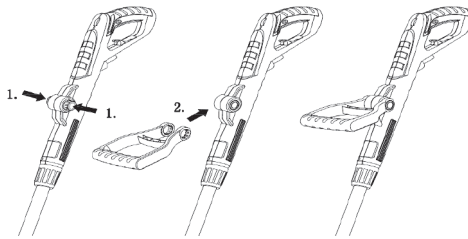

Fig. 2
1. Montage de la poignée auxiliaire et réglage de l'angle. Reportez-vous à la figure 2
- A. Appuyez sur les boutons de réglage (6). (étape 1)
- B. Insérez la poignée auxiliaire (9) dans la poignée principale (8), puis relâchez les boutons de réglage (6). (étape 2)
- C. Appuyez sur les boutons de réglage (6) pour régler l'angle de la poignée auxiliaire à la position préférée.